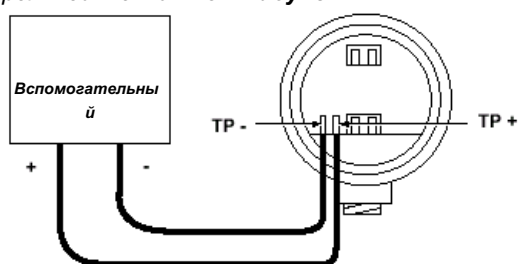

Рисунок 7
3. Подсоедините положительный провод амперметра к контрольной точке 1, а отрицательный к контрольной точке 2. См **Рисунок 7**.